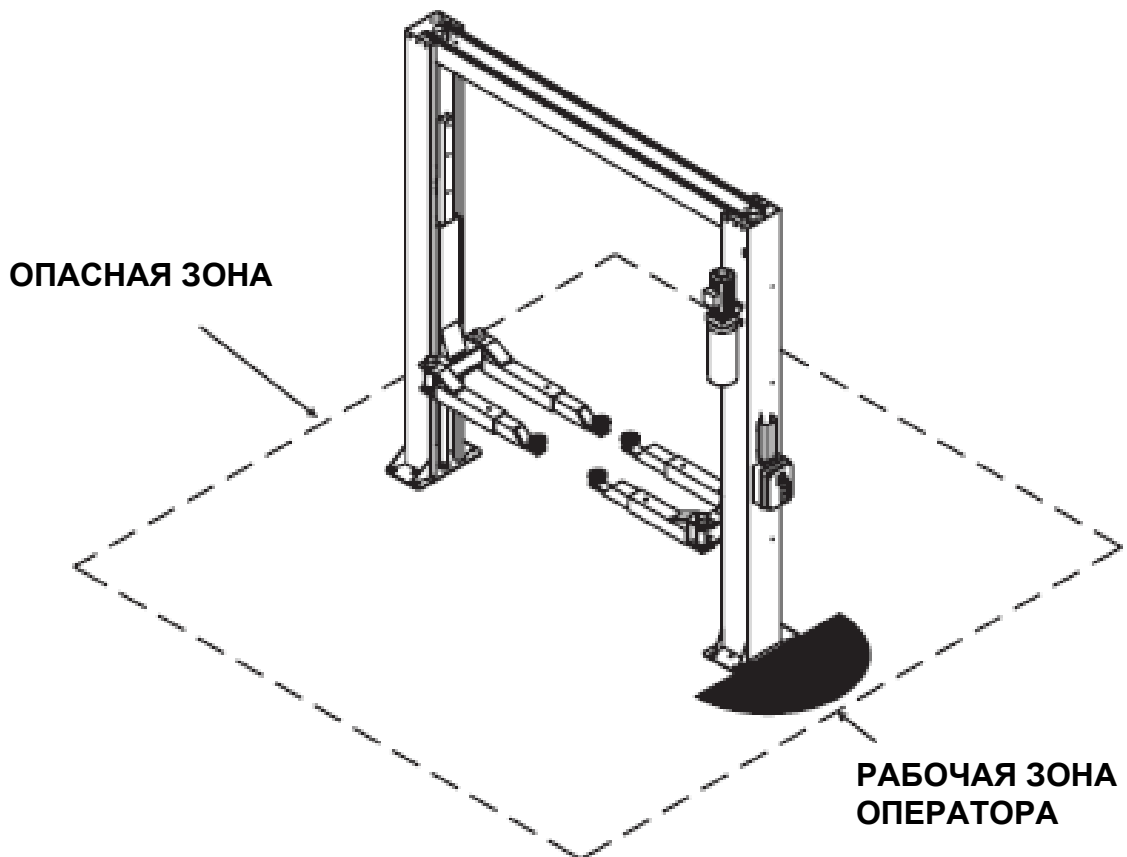

Рисунок 13. Рабочая площадка.
- Когда подъемник поднимается, люди должны находиться за пределами рабочей площадки (Рисунок 13).
- Автомобиль размещен на подъемнике правильно (Рисунок 13).